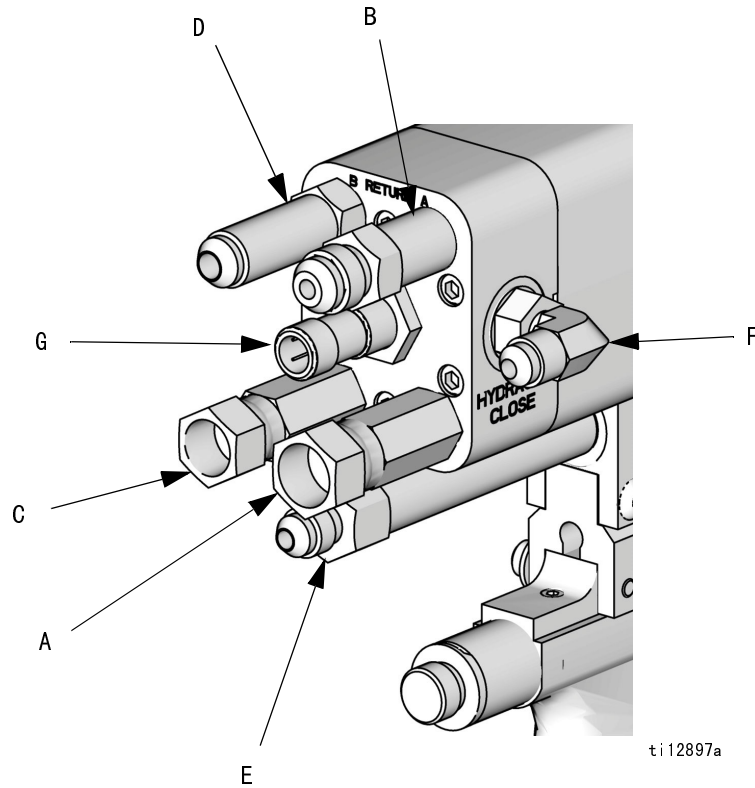
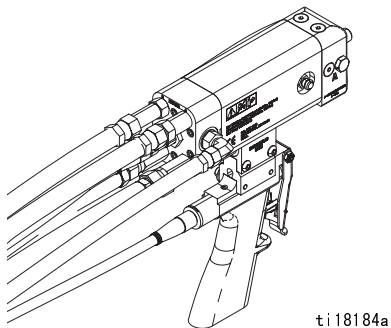

图 5
图 9
11. 将化学软管安装到喷枪上。请参见图 5（第 10 页）和图 9。